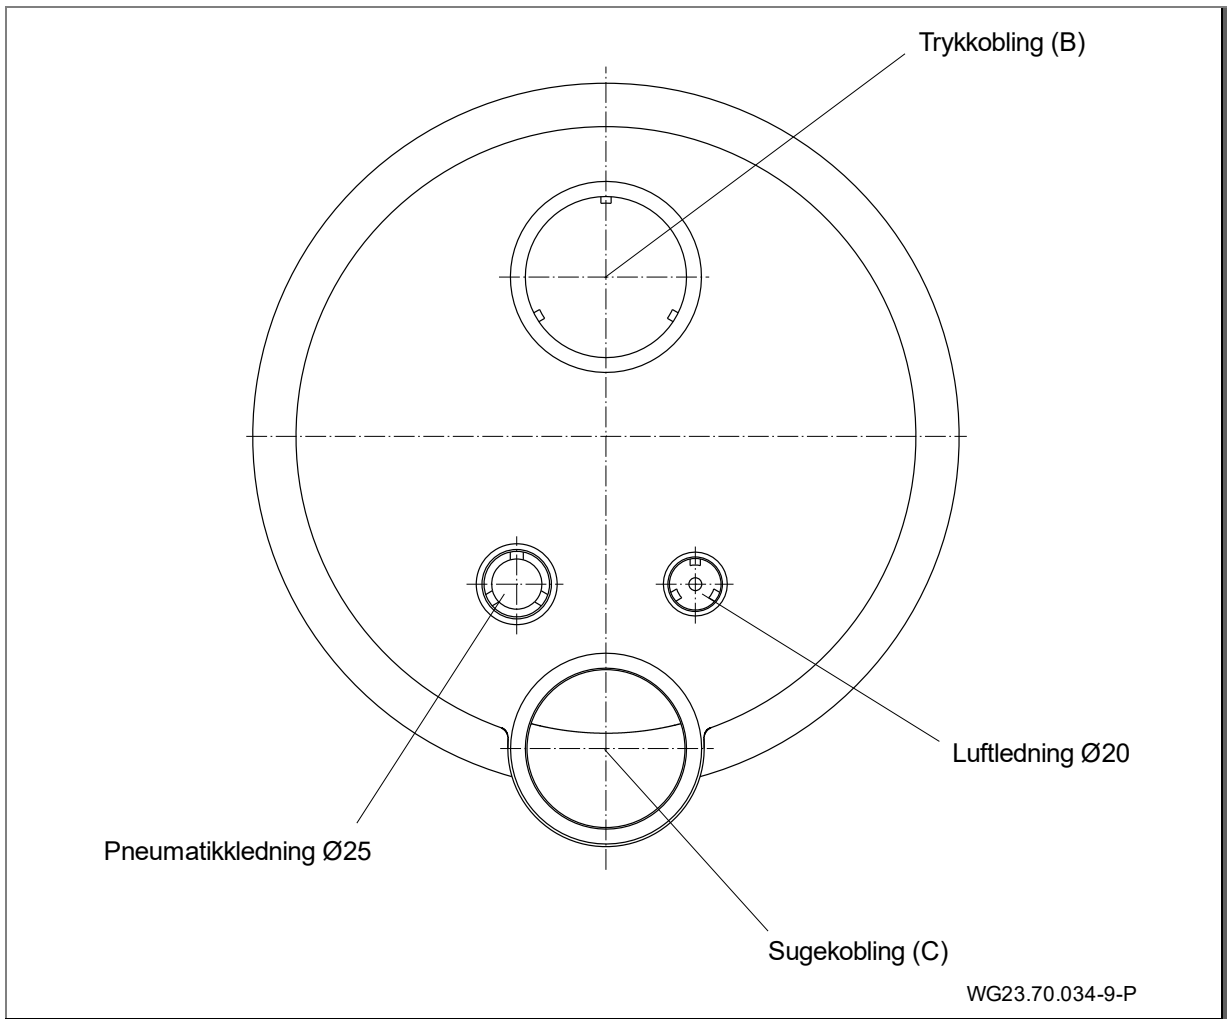
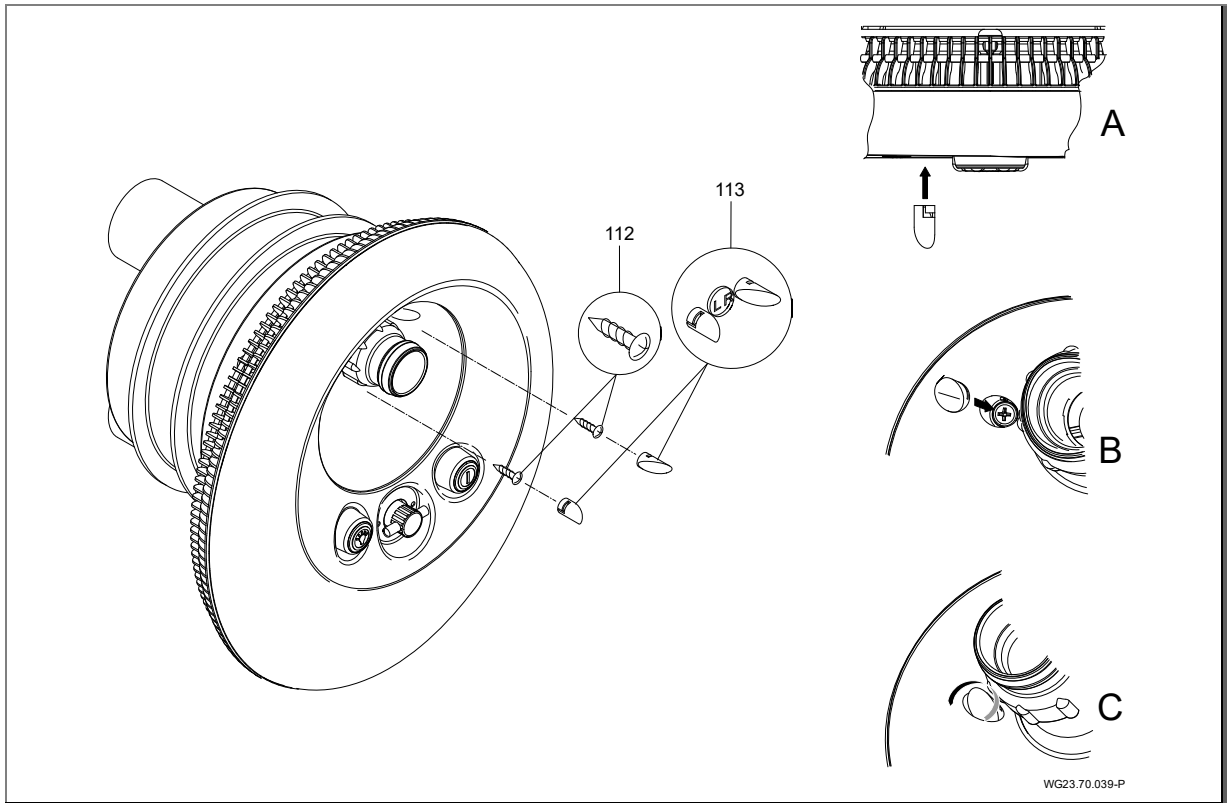

Fig. 16
Fig. 21
1. Innliming av kabelverneslange og luftledningsslangen. (Fig. 16)
10. Fest dekorkappene som på fig. 16 A–C i lysdekselet (110). Bruk riktig dekorkapper for venstre (L) og høyre (R). (Fig. 21)
1. Løsne kabelskruforbindelse (20).
4. Lås opp dekslet (113). Se "Fig. 21" side 27.
5. Løsne skruen (112) og fjern lysdekselet (110).
6. Løsne skruen (49) og fjern edelståldekselet (93).
7. Løsne skruen (95) og fjern innsugningshuset (107).
8. Løsne skruene (52), spennringen (28) og ta av spennringtetningen (27).